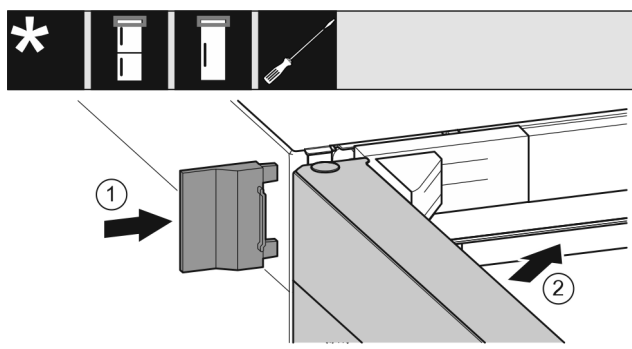

Fig. 24
- Ωθήστε το εξωτερικό κάλυμμα Fig. 24 (1).
- Κλείστε την επάνω πόρτα Fig. 24 (2).